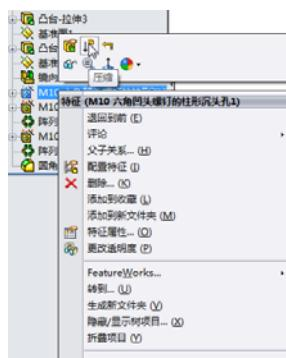

图 5-20 快捷菜单
**03** 快捷菜单方式：在“FeatureManager 设计树”中，选择需要压缩的特征，然后单击鼠标右键，在快捷菜单中选择“压缩”选项，如图 5-20 所示。